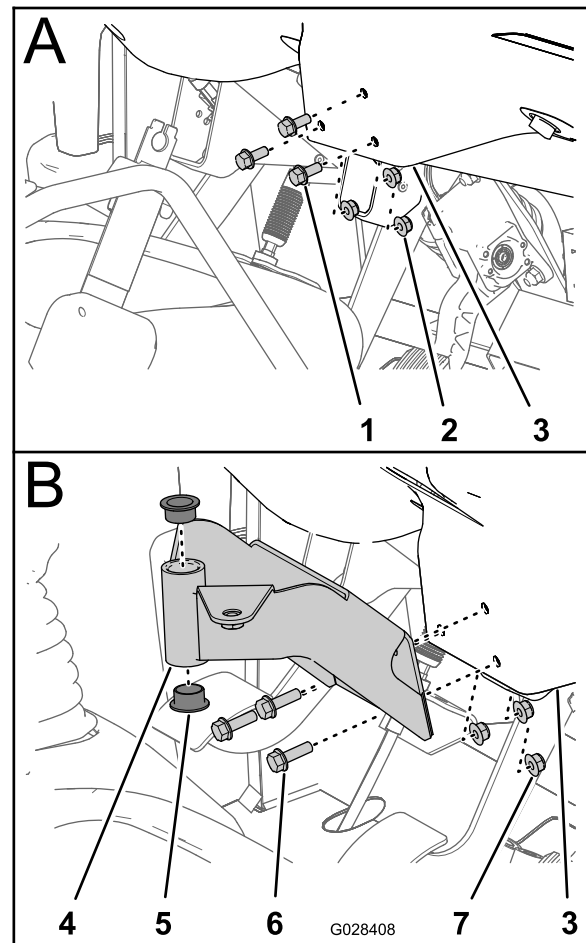

図 7
1. ダッシュパネルの中央下部分をダッシュパネル支持ブラケットに固定しているボルト3本とナット3個を外す **図 7**。
2. 中央コンソール用取り付けブラケットの穴を、ダッシュパネルと支持ブラケットの穴に合わせる **図 7**。
4. ボルトとナットをトルク締めする (**図 7**)。
5. 取り付けブラケットにプラスチック製ブッシュ2個を入れる **図 7**。